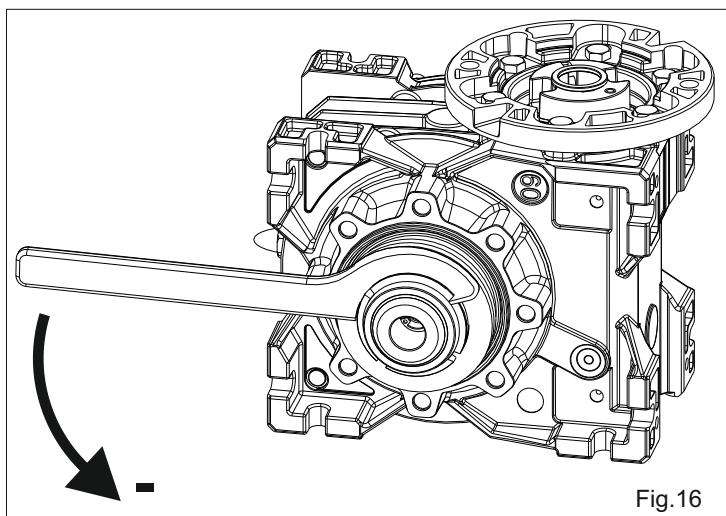

Fig. 16
- Pour **diminuer** le couple, tourner la clé **en sens inverse des aiguilles d'une montre** (Fig. 16).